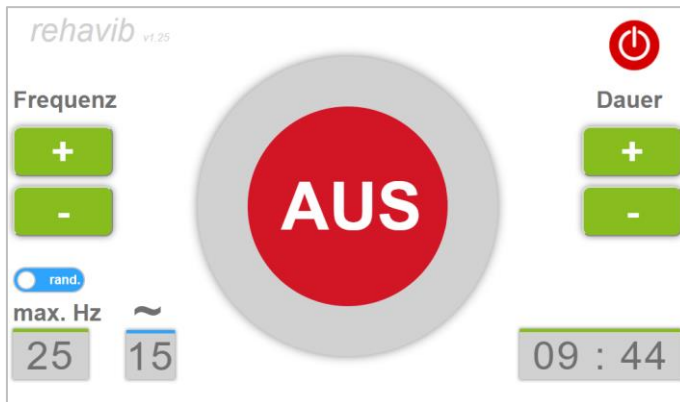

Abb. 11 Bedienoberfläche bei eingeschalteter Vibrationsfunktion
Der zentralen Button ⑥ startet bzw. beendet die Vibrationsfunktion. Im ausgeschalteten Zustand ist der innere Kreis **GRÜN** eingefärbt und mit „**EIN**“ (= Einschalten) beschriftet. Sobald die Vibrationsfunktion gestartet ist, wechselt die Farbe des inneren Kreises zu **ROT** und die Beschriftung zu „**AUS**“ (= Ausschalten) (siehe Abb. 11).